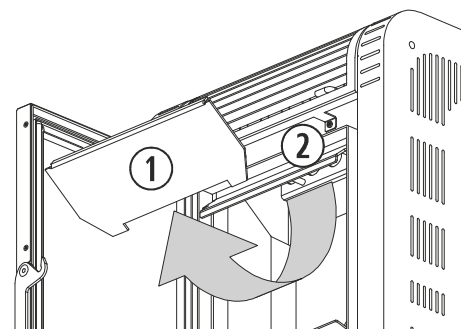

Figura 21
Se debe realizar una acción de limpieza a mayores sobre el hogar (2) de las estufas *Basic*, *Moon* (figura 21) y *Lyon*. Debemos empujar hacia arriba la placa superior del hogar (1), hasta desencajar las pestañas que la fijan a la placa central y tirar de ella. Al finalizar, colocamos de nuevo la placa superior asegurándonos que las patillas queden correctamente encajadas.
①	Placa superior del hogar.
②	Intercambiador de calor.